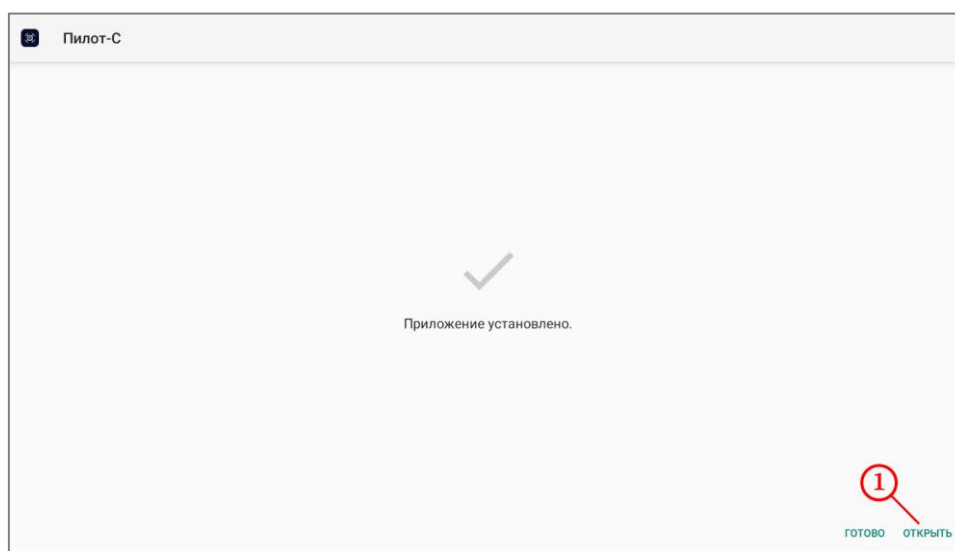

Рисунок 125 – Уведомление об успешной установке
- если установка прошла успешно, будет открыто окно – рисунок 125;
- нажать на кнопку «Открыть» для запуска приложения (рисунок 125, шаг 1).